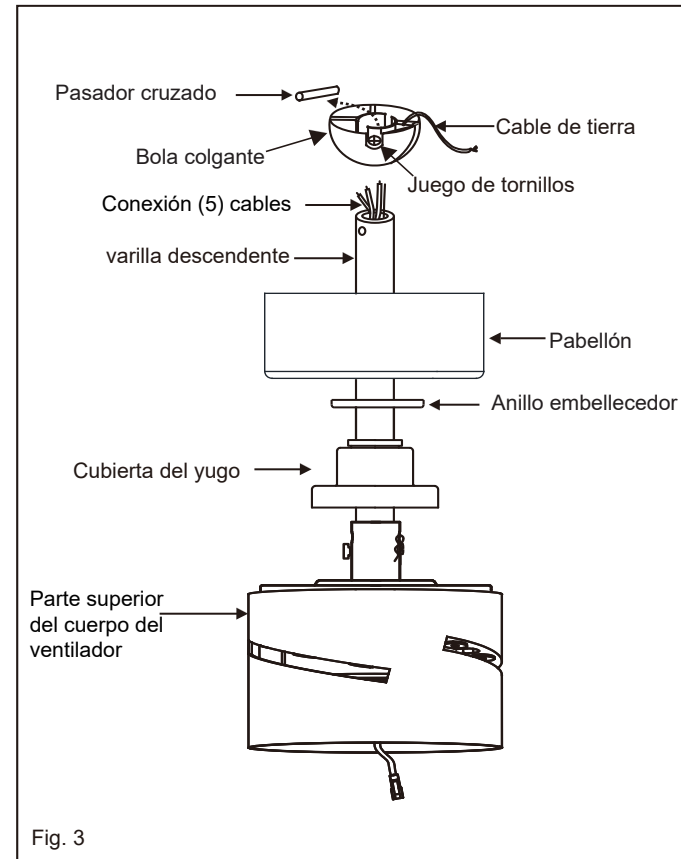

Fig. 3
- 6 Deslice la cubierta del yugo, el anillo embellecedor y el dosel sobre la varilla bajante. (Fig. 3)
- 1 Retire la placa de pared existente y el interruptor antiguo de la caja eléctrica de pared. (Fig. 3)